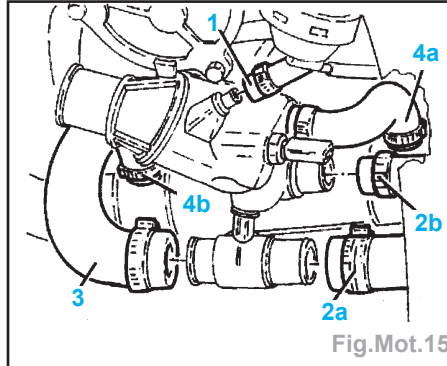

Fig.Mot.15
- les durits du thermostat (Fig.Mot.15).